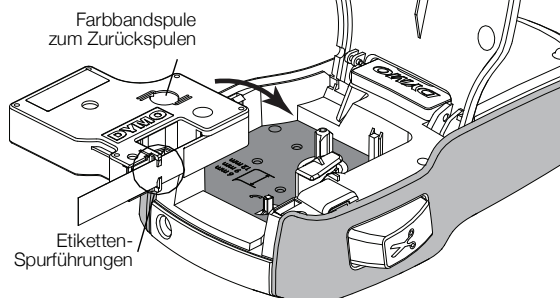

Abbildung 4
- 2 Vergewissern Sie sich, dass Etikett und Farbband straff über den Kassettendeckel gespannt sind und dass das Etikett zwischen den Etikettenführungen durchläuft. Siehe Abbildung 4.